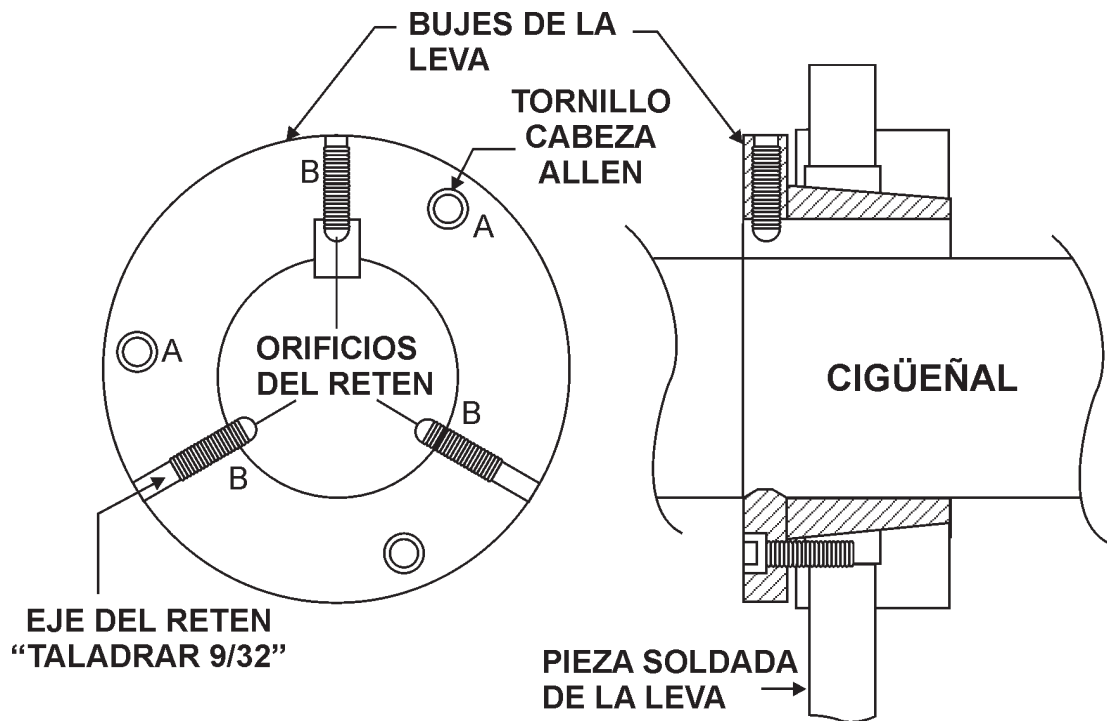

Figura 27. Orificio del reten
1. Después de que el ensamble del balero ha sido instalado, retire el juego de 3 tornillos de cabeza Allen de "punta de trinquete" (B) para permitir que los retenes sean taladrados. Consulte la Figura 27 a continuación.